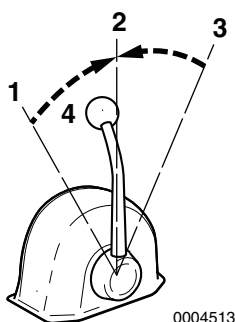

Figure 2
Utilisez la poignée d'accélération (**Figure 2, (4)**) pour contrôler l'accélération et la décélération. Déplacez la poignée lentement.
2. Lorsque vous déplacez la poignée entre AVANT(**Figure 2, (1 ou3))** et ARRIÈRE (**Figure 2, (3 ou 1))**, amenez la poignée sur la position NEUTRE (**Figure 2, (2))** et faites une pause avant de passer lentement sur la position désirée. Ne passez JAMAIS brusquement de AVANT à ARRIÈRE ou vice versa.